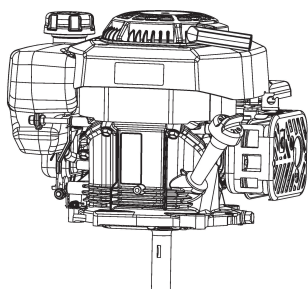

Figure. 14 A : Emplacement du numéro de série
13.1 EMBLACEMENT DU NUMÉRO DE SÉRIE (Voir la figure 14)